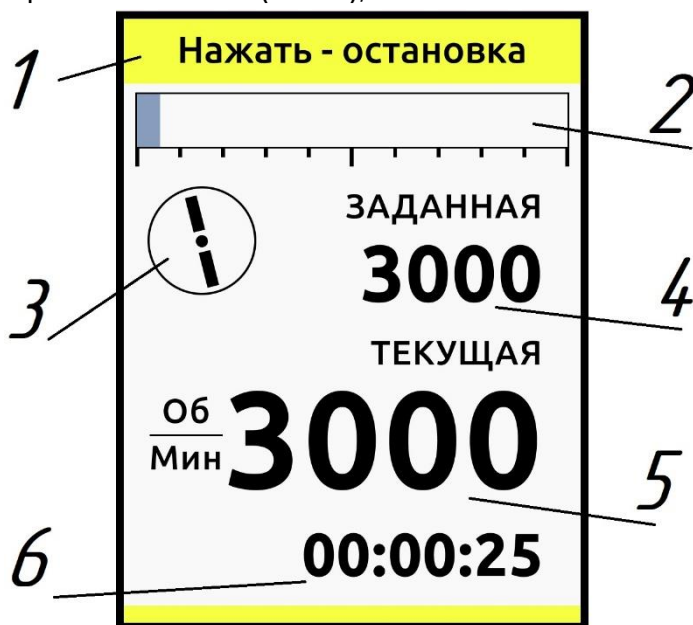

Рис. 2 Рабочая панель экрана прибора
9.1.2 После включения прибора на экране отобразиться приветственной сообщение с информацией о модели, прошивке и логотип компании. После чего, через 3 секунды, на экране отобразиться рабочая панель (Рис. 2);
9.4.5 При каждом запуске вращения двигателя, таймер будет запускаться вновь с отображением обратного отсчёта 6 рис.2;